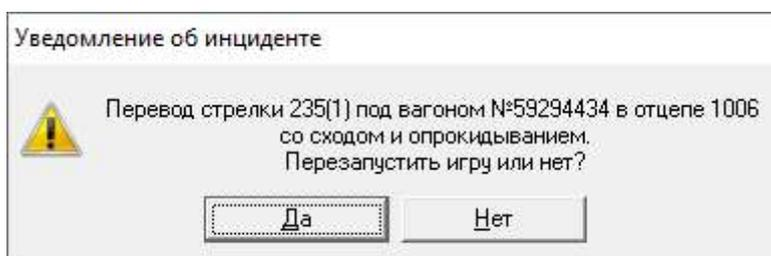

Рисунок 8.13. Окно-уведомление о сходе состава при переводе стрелки под вагоном
- в момент появления занятости на предстрелочном или стрелочном участке стрелка переводится вручную в противоположное положение (при переводе на стрелочном участке происходит перевод стрелки в пределах базы длиннобазного вагона с его последующим сходом), сопровождается уведомлением (Рисунок 8.13).